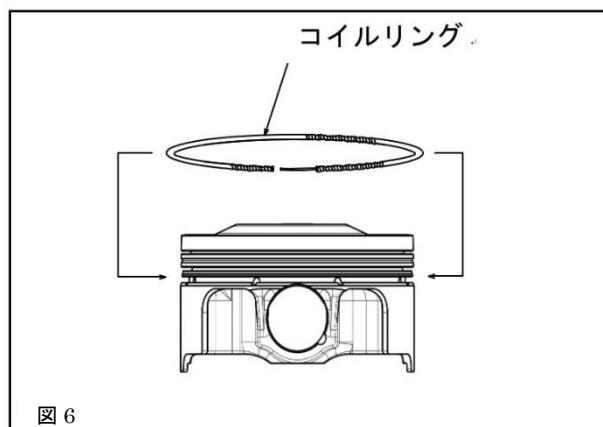

図6
5.2 図6のように2ピースオイルリングのコイルリングをピストンのオイルリング溝に取付けてください。